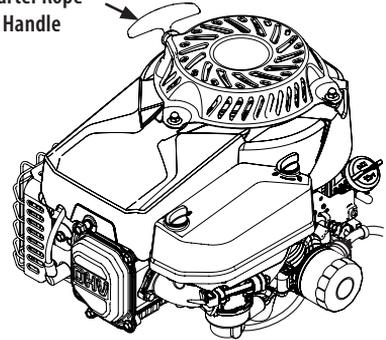

Figura 6
5. Sostenga el tirador del arrancador y tire lentamente hasta que el cabo quede un poco más tirante. Consulte la Figura 6. Deje que el tirador se enrolle lentamente. Luego tire con un golpe rápido y continuo de todo el brazo. Deje que el tirador vuelva lentamente. Si el motor no logra arrancar después de tres intentos, repita las instrucciones (intente poner el acelerador en la posición rápido).